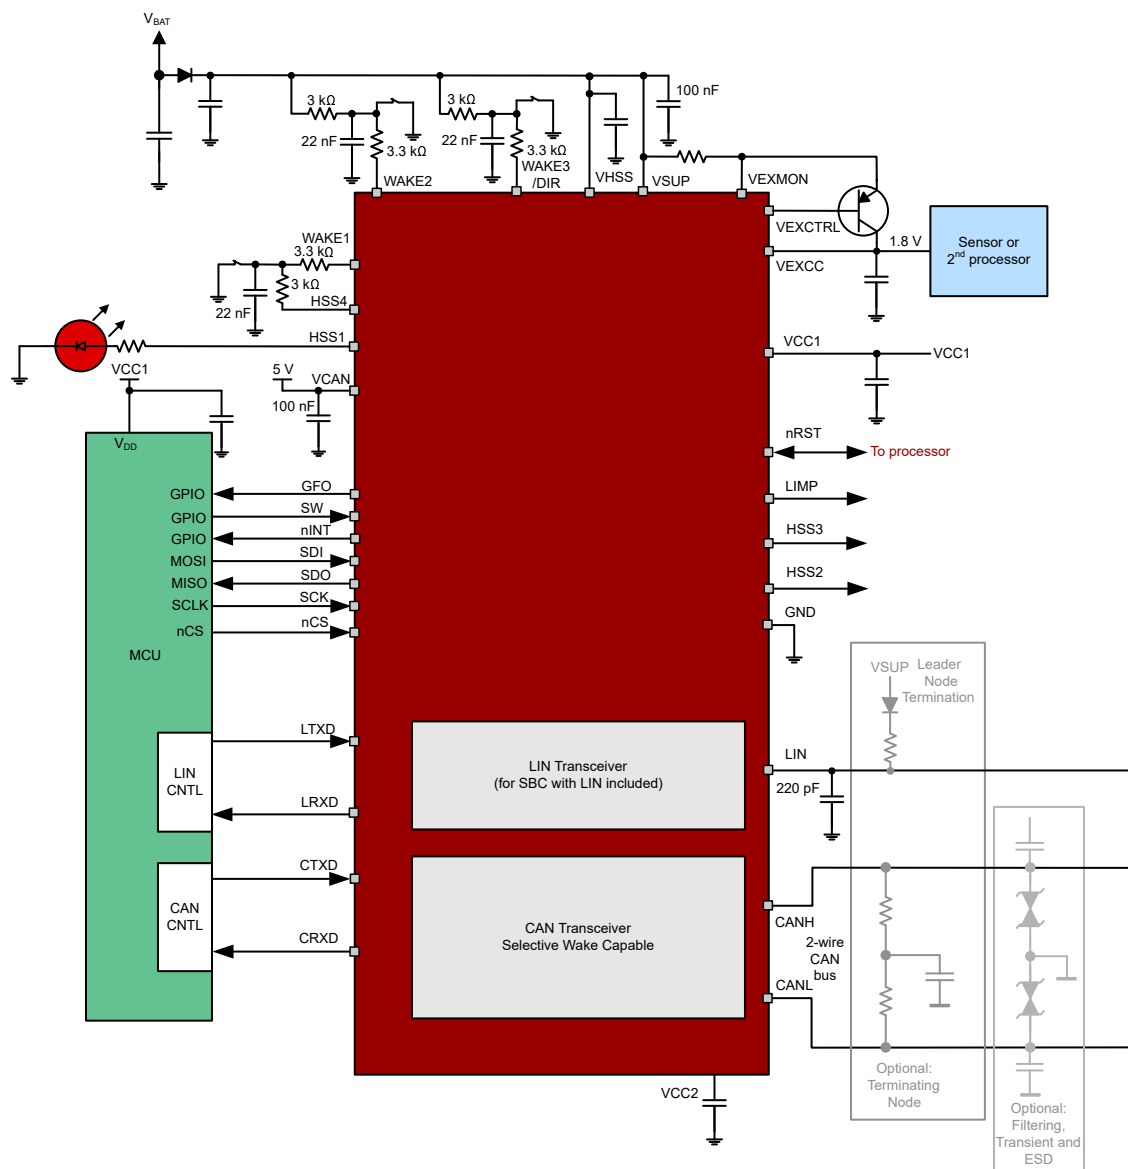
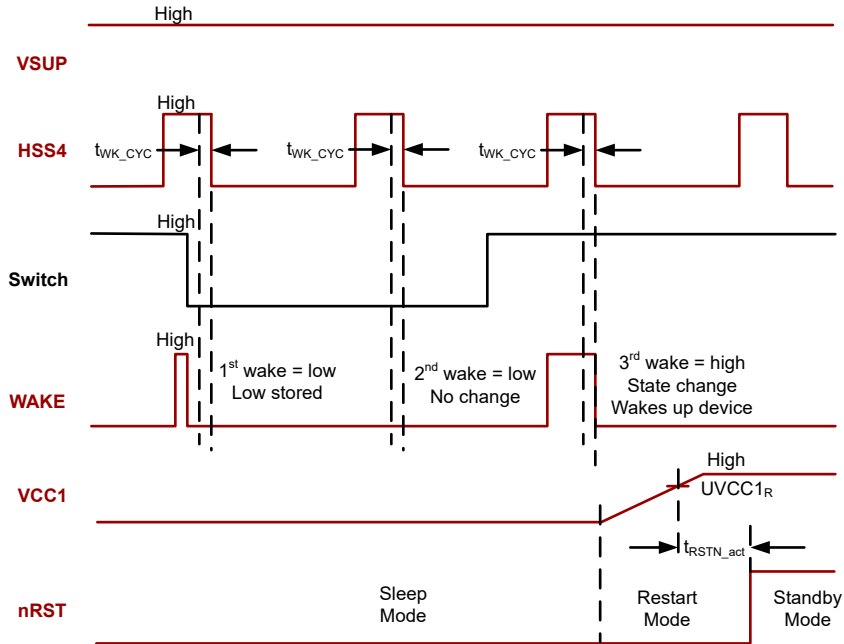

图 8-36. 采用循环检测配置的应用图
图 8-37. 循环检测时序图
使用循环检测唤醒功能时，在睡眠模式下器件的静态电流会减小，因为 WAKE 电路仅在所选 HSS4 引脚的导通时间内处于工作状态，请参阅图 8-36。HSS4 引脚定期导通，将 VSUP 施加到外部本地唤醒电路。每次，WAKEx 都会设置一个指明引脚为高电平或低电平的位，并将该位与上一状态进行比较。如果发生变化，器件会唤醒；否则器件保持睡眠模式。有关时序图，请参阅图 8-37。采样窗口的唤醒引脚滤波时间基于 t_{WK_CYC} ，如图 8-37 所示。要在睡眠模式下启用循环检测唤醒，请在进入睡眠模式之前执行以下配置。
- 将所需的 WAKE 引脚连接到 HSS4，如图 8-36 所示